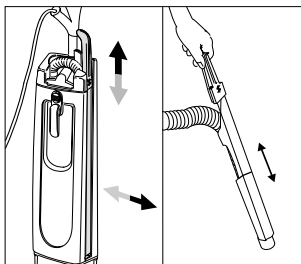

Fig. 5
3.4 Aspiración manual <Fig. 5>